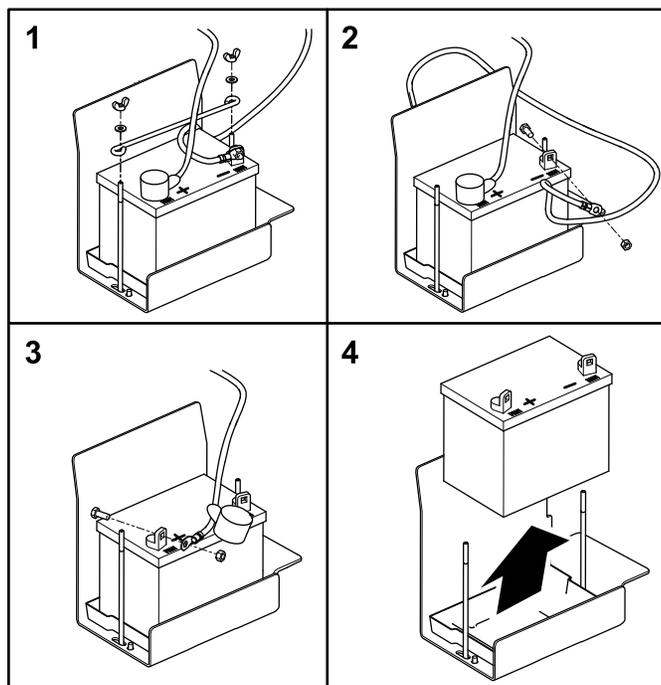

Рисунок 51
2. Отверните барашковые гайки и снимите шайбы, которые крепят прижим аккумулятора батареи (Рисунок 51).